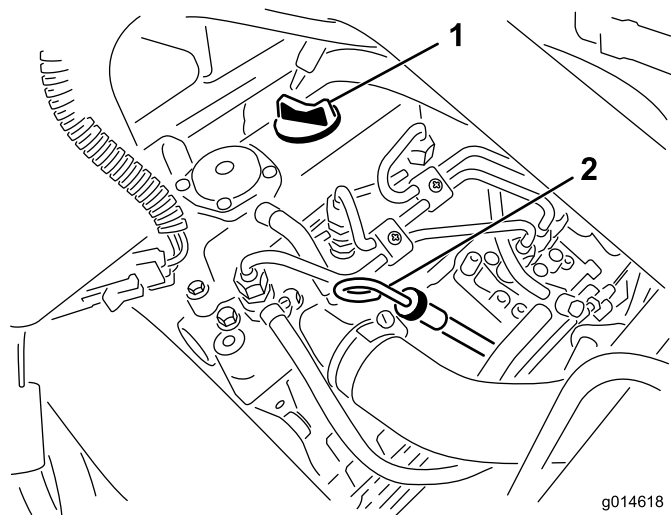

Figure 29
2. Retirez la jauge et essuyez-la sur un chiffon propre (Figure 29).